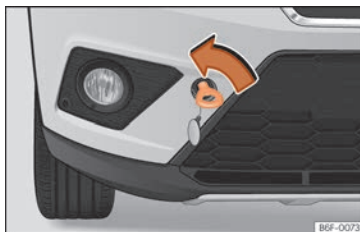

Fig. 98 Pare-chocs avant droit : œillet de remorquage visé
- Vissez l'œillet jusqu'à la limite vers la gauche, dans le sens indiqué par la flèche »» **fig. 98.**